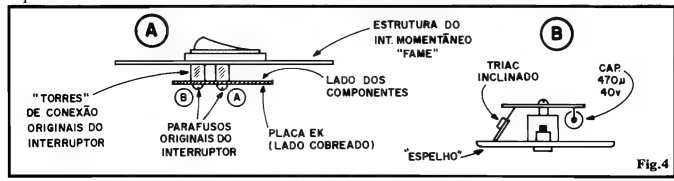

Fig. 4
- FIG. 4 - "CASANDO" A EK COM O INTERRUPTOR - Observem cuidadosamente o diagrama 4-A, no qual enfatiza-se que o **lado dos componentes** (do Circuito Impresso) deve confrontar a traseira do interruptor momentâneo tipo "FAME" ou "MINI-TOC"... Lembrar que a fixação deve ser feita após alguns cuidados prévios: soldar dois pedaços de fio (de calibre conveniente) aos pontos "X-X" da placa (para posterior conexão à cabagem C.A. já existente na caixa de instalação) e "deitar" um pouco, "para fora" da placa, o TRIAC (TIC216D ou TIC226D), conforme mostra 4-B. Esse "tombamento" do TRIAC se mostrará válido quando da acoplagem do interruptor ao respectivo "espelho". Os parafusos originais existentes nos "toques/terminais" do interruptor tipo **push-button** N.A. devem ser removidos, e em seguida utilizados para fixação mecânica (e conexão elétrica) da placa da EK, observando (4-A) que as "cabeças" dos ditos parafusos fazem firme contato elétrico com as "aúrolas" sobreadas dos próprios furos de fixação, estabelecendo-se, assim, a incorporação do interruptor ao circuito (conforme "esquema" - fig. 1).